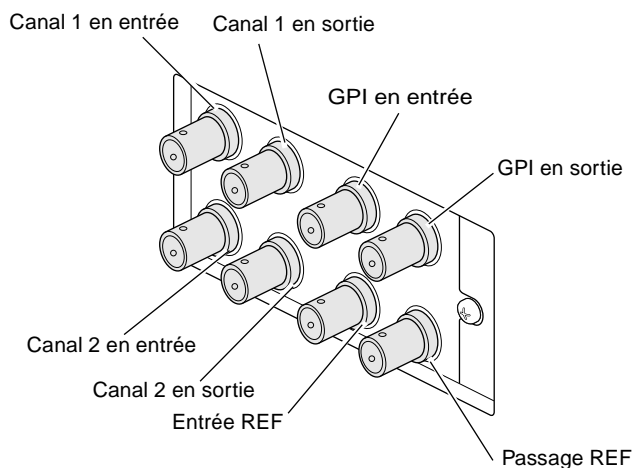

Figure 5-20 Connexion des câbles Silicon Graphics SD1100
16. À l'aide de la Figure 5-20, identifiez les ports à utiliser pour effectuer les différents branchements.